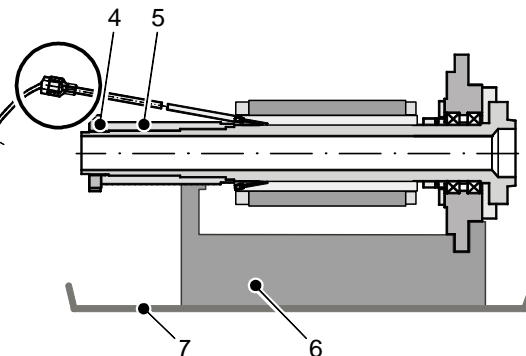

Bild 11 Ausgleich mech. Spannungen
Führen Sie zum Spannungsausgleich und Nachrichten folgende Arbeitsgänge aus (Bild 8, Bild 11):
2. Gewindeansatz am Verlängerungsrohr (Bild 11, Pos. 3) und zweiten Gewindestift mit Teflondichtband umwickeln.